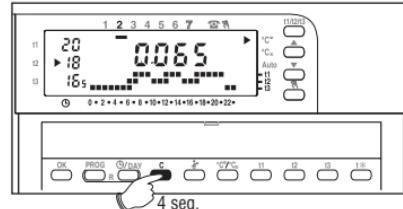

Fig. 41
- **Visualización del total de horas de funcionamiento desde el inicio de estación:** mantener pulsada la tecla **C** por más de 4 segundos y aparecerán el total de horas de funcionamiento (Fig. 41).